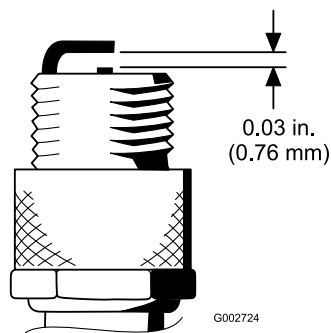

Figura 30
4. Impostate la distanza tra l'elettrodo centrale e l'elettrodo laterale a 0,76 mm; fate riferimento a Figura 30. Montate la candela alla giusta distanza con una guarnizione di tenuta e serratela a 23 N·m. In mancanza di una chiave torsionometrica, serrate a fondo il tappo.